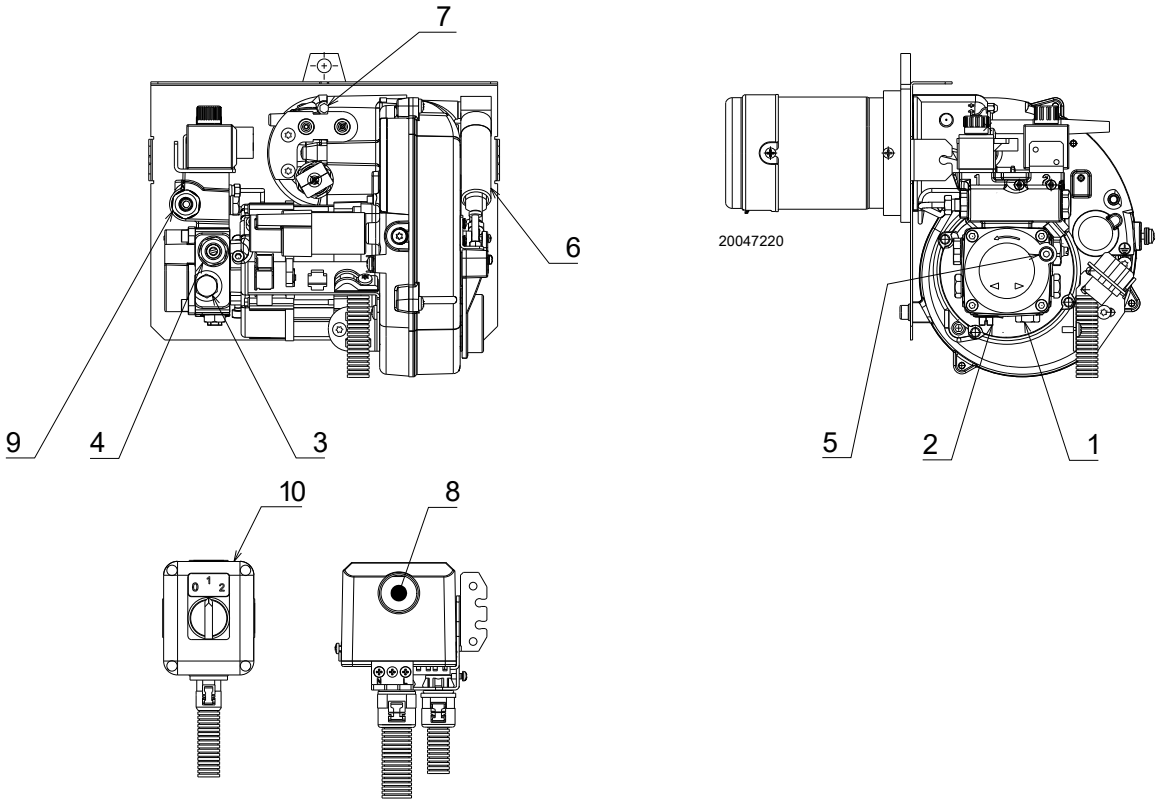

图 1
- 必须在锅炉钢板和燃烧器法兰之间加装隔热垫 9)(图 1)。